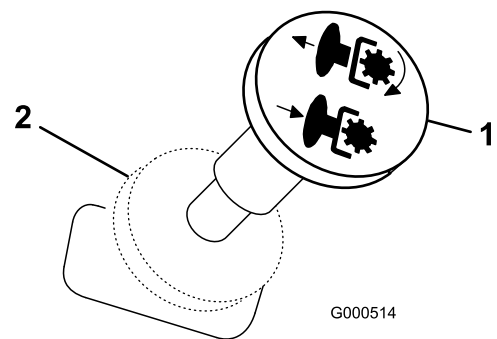

Bild 10
2. Kuppeln Sie die Messer aus, indem Sie den Zapfwellenantriebsschalter in die Aus-Stellung stellen (Bild 10).
3. Ziehen Sie den ZWA-Schalter heraus, um die Messer einzukuppeln (Bild 10).
Drücken Sie den Zapfwellenantriebsschalter in die Aus-Stellung, um die Messer auszukuppeln (Bild 10).